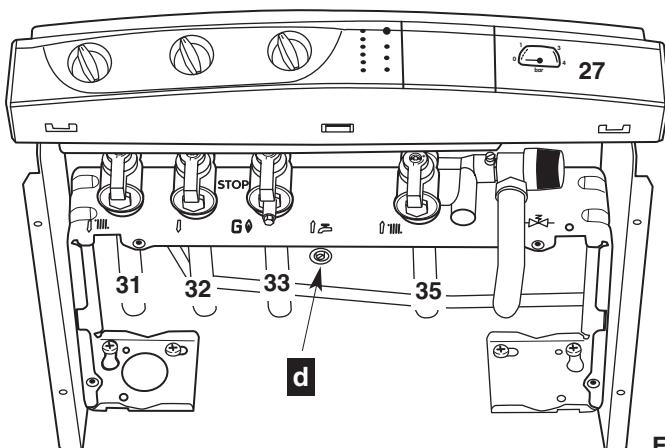

Fig. 13
- Kijk na of de vertrekken van de verwarming 31, vertrek heropwarming boiler 32 en retour verwarming 35 (fig. 13) wel open staan;
- sluit deze kranen wanneer de naald van de manometer 27 (fig. 13) hoger is dan de bepaalde druk op § 3
- open de gastoefvoerkraan 33 (fig. 13)
Beweeg de vijs **d** (fig.13) van de regeling van de by-pass, welke men ziet onder de hydraulische blok (losvijzen om te openen), teneinde de beschikbare manometrische hoogte aan te passen aan de drukverliezen van de installatie, volgens de kurven van de diagrammen **GV** (grote snelheid) of **PV** (kleine snelheid) (fig. 14 of 15).